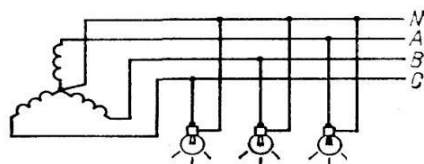

Рис. 11-5.
3. К генератору с обмотками статора, соединенными по представленной на рис.11-5 схеме, присоединены три одинаковые лампы с сопротивлениями по 153 Ом . Линейное напряжение 220 В . Определить напряжение и ток каждой лампы.